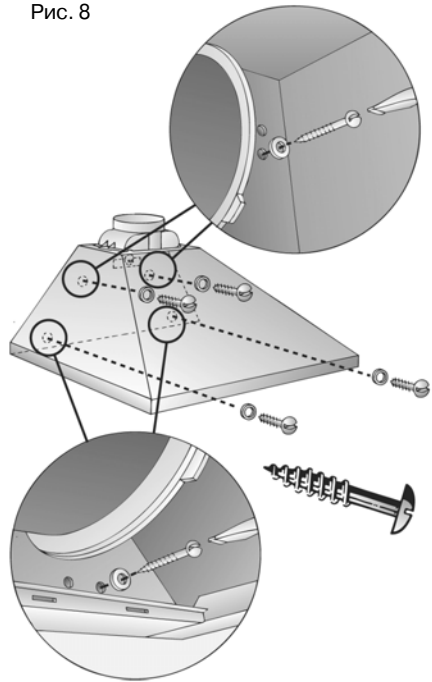

Рис. 9
12. Привинтите верхний воздухопровод с боковых сторон к скобе крепления двумя короткими винтами (рис. 9).